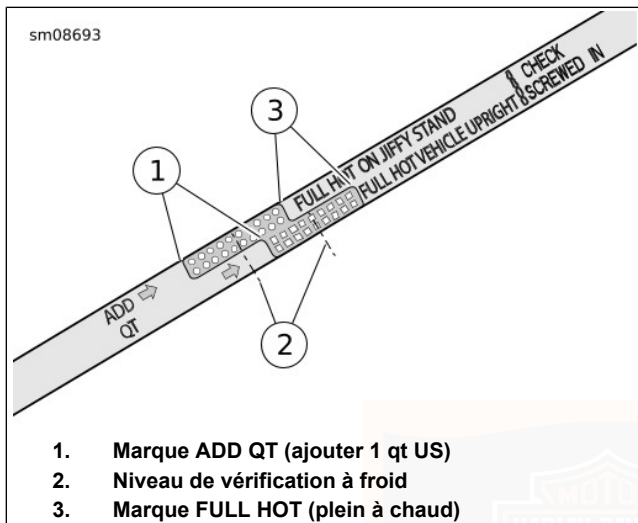

Figure 49. Jauge d'huile moteur
e. Voir Figure 49. Vérifier le niveau d'huile. Le niveau d'huile à froid correct est le point médian (2) entre les repères ADD QT (ajouter qt) (1) et FULL HOT (plein à chaud) (3) sur la jauge.
5. Vérifier le niveau d'huile. Ajouter suffisamment d'huile pour que le niveau se trouve à mi-distance entre les repères ADD QT (ajouter qt) (1) et FULL HOT (plein à chaud) (3).
- e. Voir Figure 49. Vérifier le niveau d'huile. Le niveau d'huile doit être entre les repères ADD QT (ajouter qt) et FULL HOT (plein à chaud) sur la jauge.